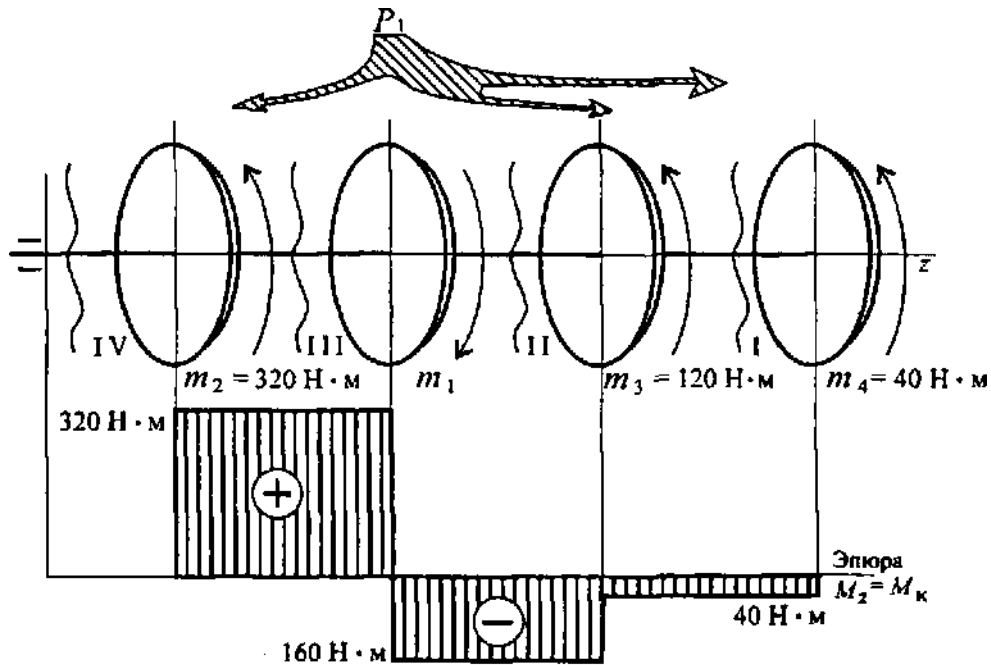

Рис. 1
6. Для заданного вала (рис.1) выбрать соответствующую эпюру крутящих моментов (а, б, в), $m_1 = 40 \text{ Н} \cdot \text{м}$; $m_2 = 180 \text{ Н} \cdot \text{м}$; $m_0 = 280 \text{ Н} \cdot \text{м}$.
Задача 1. На распределительном валу (рис.1) установлены четыре шкива, на вал через шкив 1 подается мощность 12 кВт, которая через шкивы 2, 3, 4 передается потребителю; мощности распределяются следующим образом: $P_2 = 8$ кВт, $P_3 = 3$ кВт, $P_4 = 1$ кВт вал вращается с постоянной скоростью $\omega = 25$ рад/с. Построить эпюру крутящих моментов на валу.